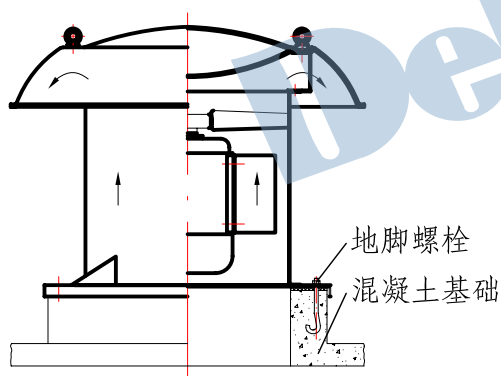

图1
- ①安装时应保证风机的水平度，不得倾斜。
- ②卧式风机一般应座地安装在混凝土基础上，并用地脚螺栓锁紧。也可以使用适宜的吊杆或吊架将风机吊装于天棚（楼板）上，但应注意：大型风机不可采用吊装的方式。
- ①对于屋顶风机的安装，应充分考虑外界风暴和雨雪对风机的影响。
- ②安装时，需要综合考虑建筑物结构和室内空气污染源等因素，合理布置每台风机的安装地点。
- ③用于安装风机的屋顶应有足够的强度以确保安全。
- ④安装时必须保证风机的垂直度，不能倾斜。
- ⑤风机底座必需与基础平面自然接合，不能敲打底座强制联接。
⑥对于平顶式屋顶可采用混凝土基础安装(图1); 对于尖顶式屋顶(斜屋面)可采用钢架结构安装(图2)。为避免漏风,可在风机机座与安装基础之间垫厚橡胶皮。
⑦用于固定风机的地脚螺栓必须拧紧,并可在联接螺栓处涂硅胶以防漏水。